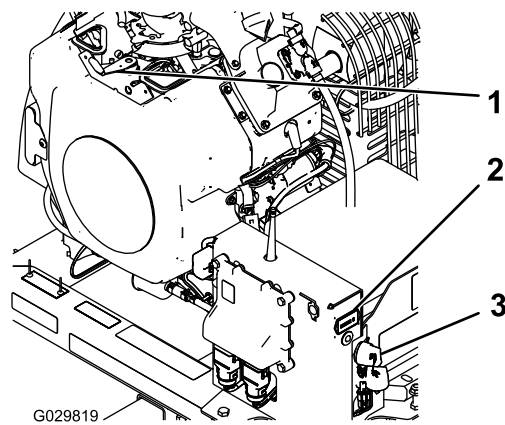

图 12
3. 将发动机点火钥匙旋转至启动位置图 12。
3. 如果离开机器请将钥匙旋转到关闭位置并从发动机上拔出图 12。